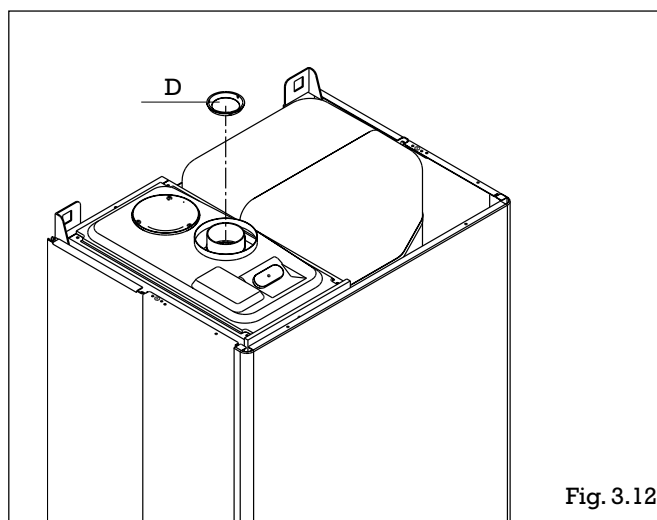

Fig. 3.12
- de retirer la bride d'air (D, fig.3.12) pour toute longueur de conduits supérieure à 1 m pour les ventouses en Ø 60-100, 4,45 m pour les ventouses horizontales en Ø 80-125 et 6,20 m (3224 BV) - 4,80 m (3228 BV) pour les ventouses verticales en Ø 80-125. La retirer à l'aide d'un tournevis utilisé en tant que levier;